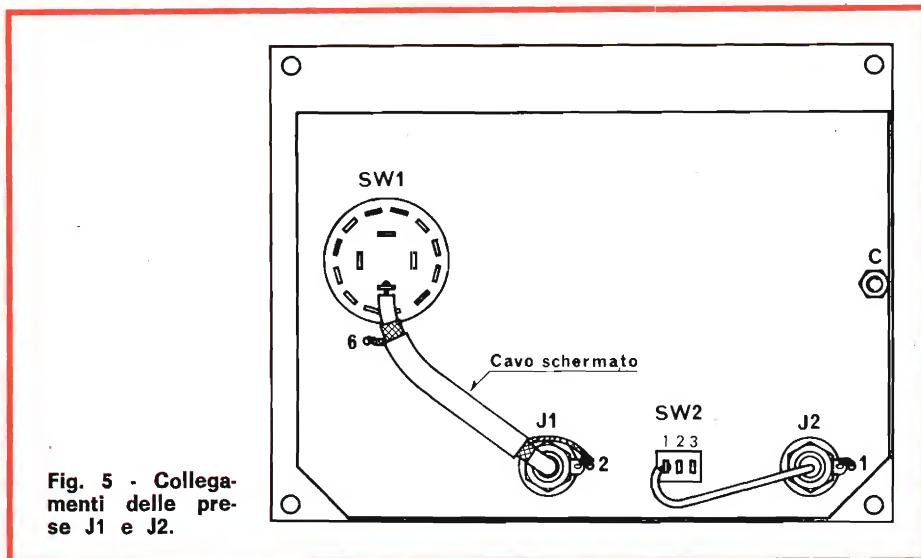

Fig. 5 - Collegamenti delle prese J1 e J2.
- Introdurre nel punto C fra circuito stampato e pannello il distanziatore cilindrico, introdurre nel foro la vite e avvitare il dado. Collegamenti - vedi fig. 5.